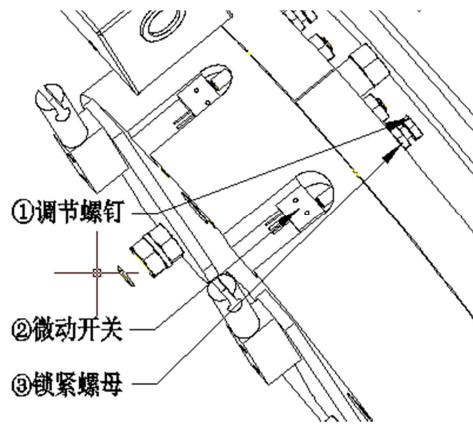

图 8 顶杆机构组成部分
制动器顶杆机构由调节螺钉①，微动开关②、锁紧螺母③组成，见(P4图 8)所示。制动器顶杆机构行程的调整，在装有微动开关和簧片的支架固定后，通过调整顶杆位置改变顶杆行程的大小来保证微动开关的可靠动作。